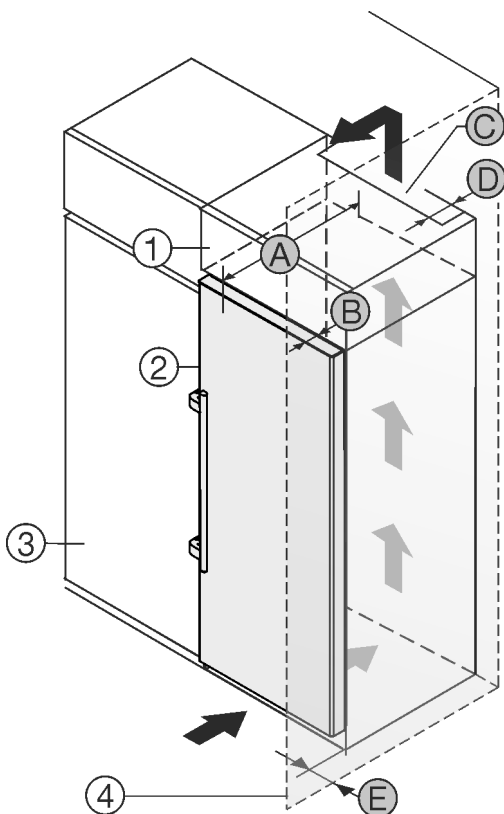

Fig. 2
Ви можете встановити пристрій безпосередньо поряд із кухонною шафою Fig. 2 (3).*
Зі зворотного боку шафи для встановлення на пристрої слід передбачити вентиляційну шафу завглибшки Fig. 2 (D) на всю ширину цієї шафи.*
Слід дотримуватись вентиляційного отвору Fig. 2 (C) в стелі приміщення.*
Якщо пристрій із шарнірами встановлюється поряд зі стіною Fig. 2 (4), відстань між пристроєм та стіною повинна бути не менше 57 мм. Це відповідає необхідній відстані для ручки після відкривання дверцят.*
Щоб мати можливість повністю відкривати дверцята, потрібно, щоб пристрій виступав на відстань глибини дверцят Fig. 2 (B) відносно передньої панелі кухонної шафи. Залежно від глибини кухонних шаф Fig. 2 (3) та використання пристінних розпірок пристрій може ще більше виступати вперед.*